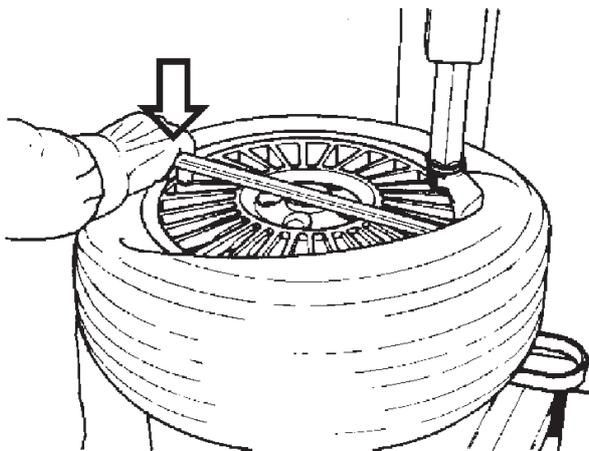

Fig. 4.1-5
F. Introduire le levier pour soulever l'enveloppe en-dessous du talon et au-dessus du support de l'outil. Soulever le talon sur la languette de montage. Pour rendre l'opération plus facile, appuyer, de la main gauche ou du presseur pneumatique, sur le flanc du pneu dans une position opposée à celle de l'outil. On conseille de enlever le levier pour soulever l'enveloppe après avoir soulevé le talon sur la languette de montage (Fig. 4.1-5).